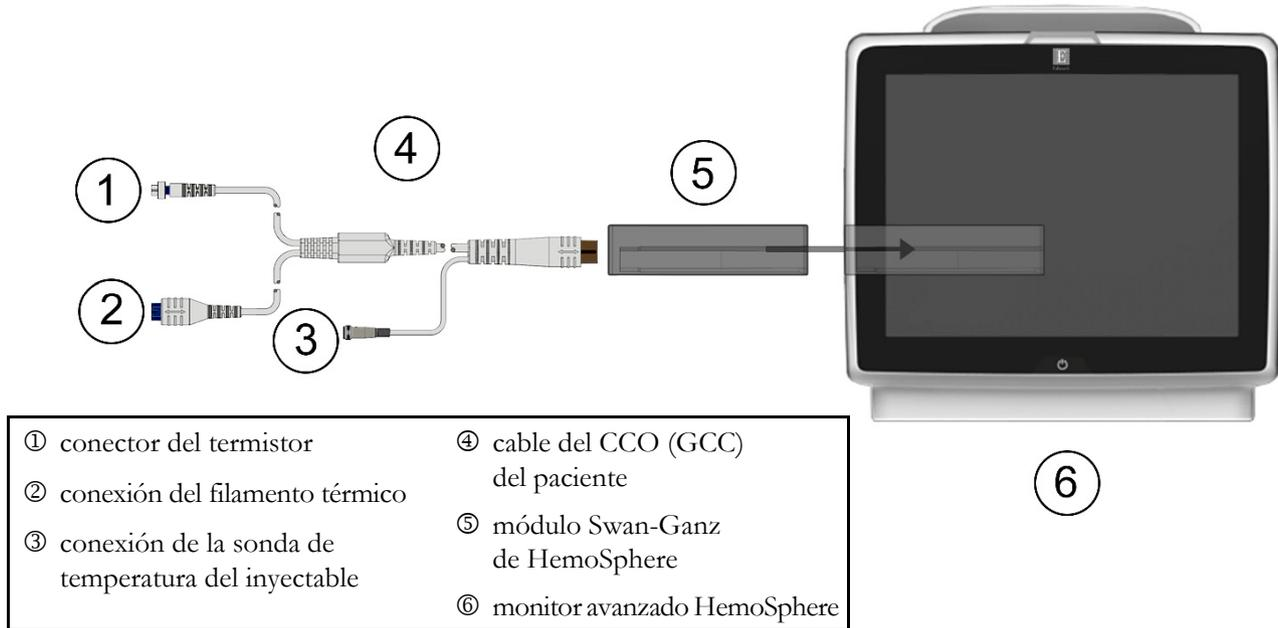

Figura 4-1 Descripción general de la conexión de monitorización mediante el módulo Swan-Ganz de HemoSphere
Consulte la figura 4-1 para obtener información sobre las conexiones de monitorización del módulo Swan-Ganz de HemoSphere.
11 Acople el cable del CCO del paciente a las conexiones del catéter de CCO de Swan-Ganz del termistor ① y del filamento térmico ② (figura 4-1).
11 Acople el cable del CCO del paciente a la conexión del termistor del catéter Swan-Ganz (①, figura 4-1).
- 11 Acople el cable del CCO del paciente a las conexiones del catéter volumétrico de Swan-Ganz del termistor ① y del filamento térmico ② (figura 4-1).